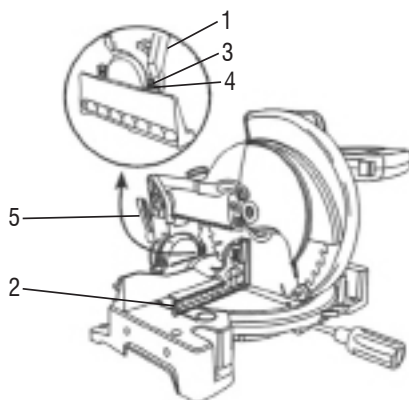

Fig. 16 – Ajuste do batente de 90°.
- 1 - Posicione o cabeçote da máquina na posição mais baixa, Fig. 16;
- 2 - Solte o manipulador (5);
- 3 - Incline o cabeçote mais para direita possível, até encostar no batente (3);
- 4 - Aperte o manipulador (5);
- 5 - Com auxílio de um esquadro (2) (não acompanha o equipamento) encoste o esquadro na lâmina apoiando-o na base da máquina e verifique se há folga entre o esquadro e a lâmina;
- 6 - Caso seja encontrado folga entre o esquadro e a lâmina, solte a porca (4);
- 7 - Ajuste o batente (3) e aperte a porca;